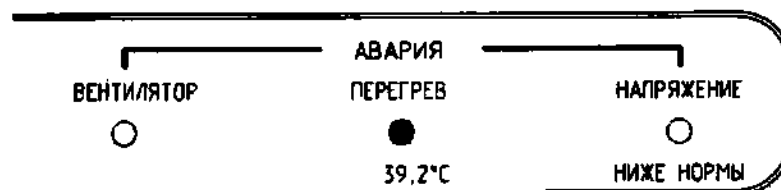

Рисунок 15
1.4.16 При достижении температурой воздуха значений, превышающих плюс 39 °С срабатывает термоблокировка №1. Индикатор аварии ПЕРЕГРЕВ 39,2 °С горит красным цветом (рисунок 15), при этом звучит непрерывный звуковой сигнал, который можно временно отключить на 15 минут. Индикатор ПОВТОРНОЕ ВКЛЮЧЕНИЕ НАГРЕВАТЕЛЯ горит желтым цветом. Нагреватели отключаются. Повторное подключение нагревателей невозможно до тех пор, пока температура в камере не снизится до рабочих значений (плюс 38,9 °С или ниже) и не будет произведен принудительный сброс аварии.